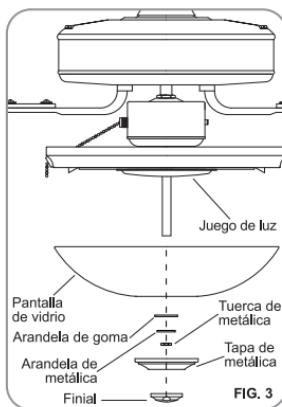

FIG. 3
Step 5: Remove the rubber washer, metal washer, metal nut, metal cap and finial from the light kit. Place glass shade over the light kit stem, secure with the rubber washer, metal washer, metal nut, metal cap and finial. Do not overtighten. (Fig.3)
Paso 5: Quite la arandela de goma, la arandela de metálica, la tuerca de metálica, y tapa de metálica y final del aparato de luz. Coloque la pantalla de vidrio sobre el vástago de aparato de luz de talp, fijela con la arandela de goma, la arandela de metálica, la tuerca de metálica, y tapa de metálica y final. No apriete en exceso. (Fig.3)